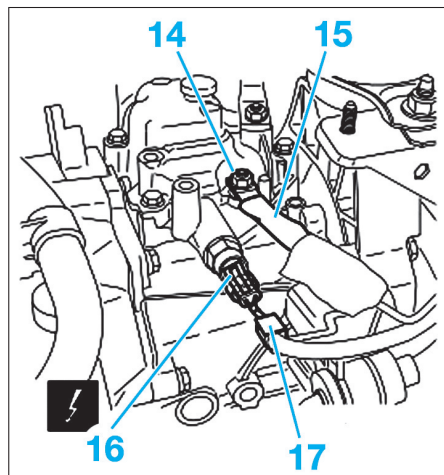

Fig. 25
- Dévisser l'écrou de fixation (14), puis débrancher le câble de masse de la boîte de vitesses. (15) (Fig.25).